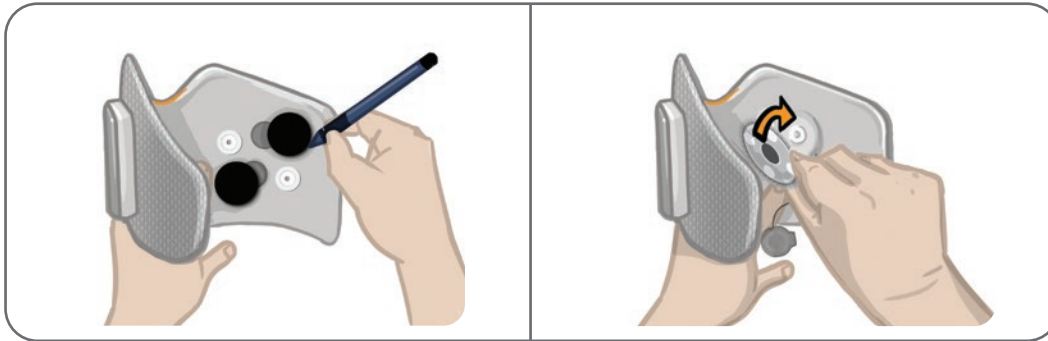

Figure 11-8 : Marquez la position de la base d'électrode (à gauche)
1. Retirez les cache-fils, puis tracez un repère à la position des bases d'électrodes usagées sur le manchon de la jambière à l'aide d'un marqueur indélébile. Reportez-vous à la figure 11-8.
2. Déconnectez les pressions des bases d'électrodes des prises. Reportez-vous à la figure 11-8.